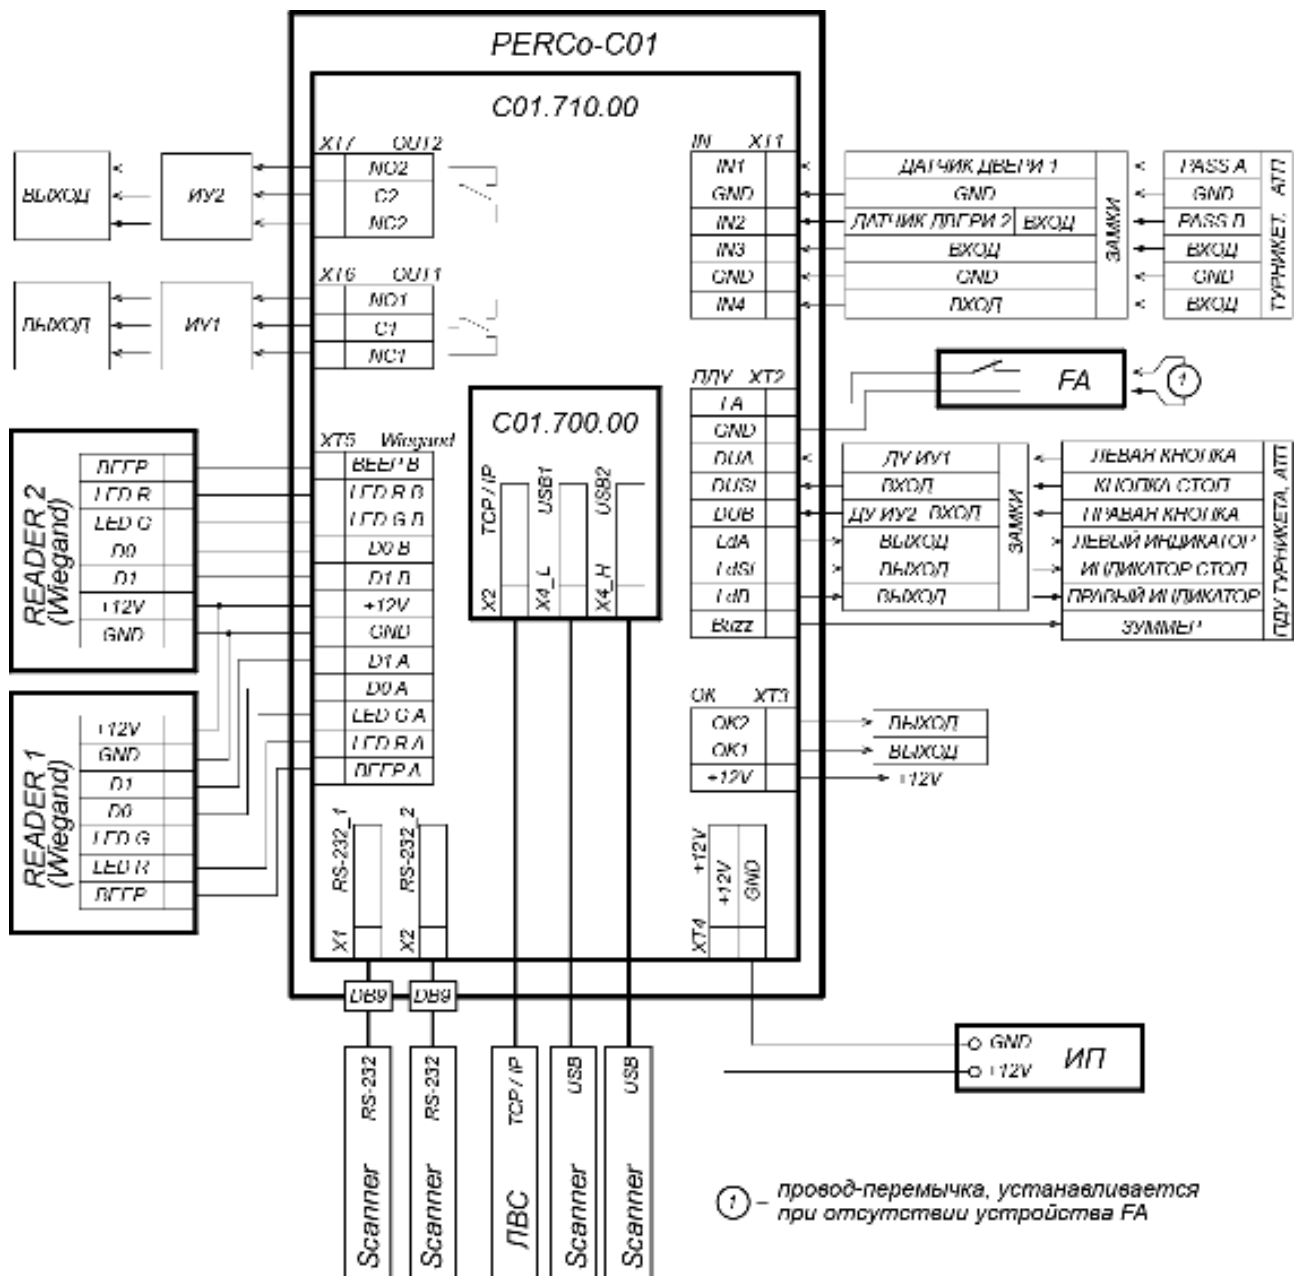
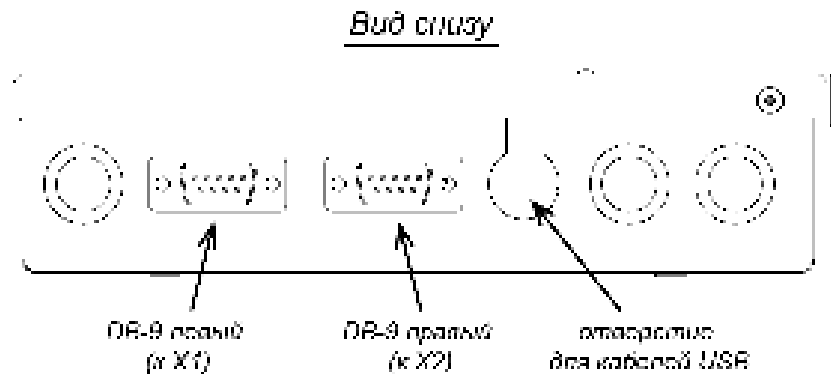
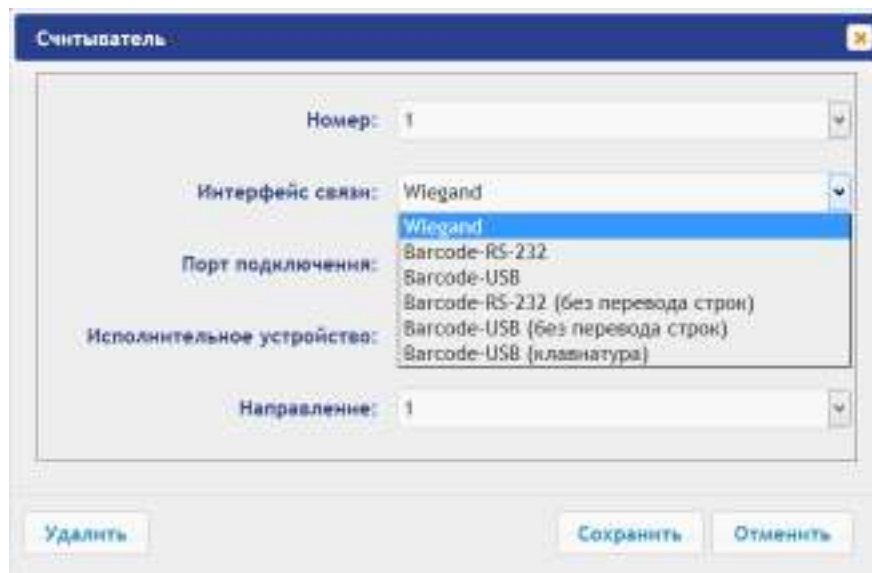

Рисунок 4. Общая схема подключений
Рисунок 5. Расположение разъемов DB-9 (RS-232) на корпусе контроллера
Рисунок 6. Выбор типа сканера в Web-интерфейсе
Контроллер имеет два выхода типа «открытый коллектор»: ОК1 и ОК2 (см. рис. 4). Подключение к выходам осуществляется через клеммную колодку **ХТ3** нижней платы контроллера.
Выходы могут использоваться (см. рис. 4):
7. Установите ИП, подключите кабель от ИП к клеммной колодке **X74** нижней платы контроллера согласно схеме, представленной на рис. 4.
Считыватели подключаются к соответствующим контактам разъема **XT5** в соответствии с общей схемой подключения (рис. 4). В ресурсах контроллера для параметра «Интерфейс связи» данного считывателя необходимо выбрать значение *Wiegand* (см. рис. 6).
Сканеры подключаются к соответствующим разъемам типа DB9 (RS-232) на корпусе контроллера (см. рис. 5). Левый разъем DB9 подключается к разъему **X1** на нижней плате контроллера, правый – к разъему **X2** (см. рис. 4):
В зависимости от типа сканера в части передачи после данных символа перевода строки CR в ресурсах контроллера для параметра «Интерфейс связи» данного считывателя необходимо выбрать соответствующий тип сканера: «Barcode-RS-232» или «Barcode-RS-232 (без перевода строк)» (см. рис. 6).
Сканеры по интерфейсу *USB* подключаются к разъему **X4** на верхней плате контроллера (в установленном на верхней плате двухрядном разъеме USB снизу находится USB1, а сверху USB2, см. рис. 1). Для ввода кабелей USB в корпус контроллера используется отверстие с фигурным вырезом (см. рис. 5).
Сканеры, подключаемые по *USB*, могут работать с контроллером **PERCo-C01** либо в режиме эмуляции клавиатуры (выбор в селекторе – «Barcode-USB (клавиатура)»), либо в режиме виртуального COM-порта. В последнем случае, в зависимости от конфигурации сканера в части передачи после данных символа перевода строки CR в ресурсах контроллера для параметра «Интерфейс связи» данного считывателя необходимо выбрать соответствующий тип сканера: «Barcode-USB» или «Barcode-USB (без перевода строк)» (см. рис. 6). Для сканеров, работающих в режиме виртуального COM-порта, необходимо отключить ожидание управляющих команд при наличии соответствующего параметра.
2. Подключение замка производится к клеммным колодкам **XT6**, **XT7** нижней платы контроллера в соответствии со схемами подключения (см. рис. 4).